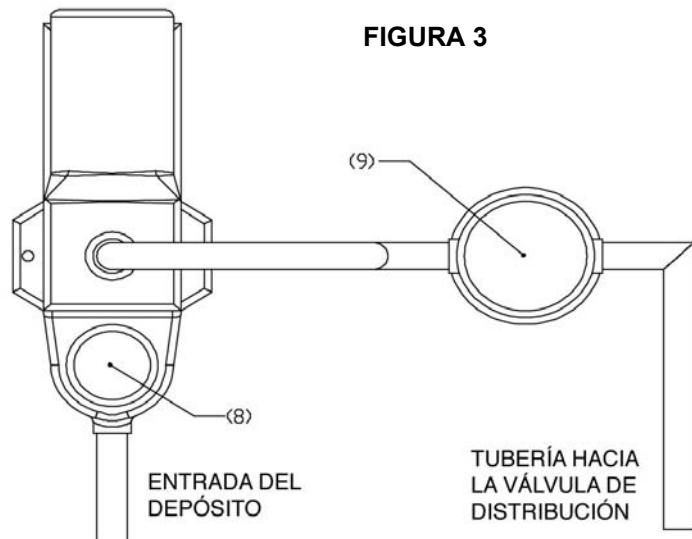

FIGURA 3
28. Se debe instalar la bomba de $\frac{3}{4}$ de caballos de fuerza (8) y el filtro/clorinador para 25 pies cuadrados (2.3 m^2) (9) como se muestra en la **FIGURA 3**.
29. La bomba de $\frac{3}{4}$ de caballos de fuerza (8) y el filtro/clorinador para 25 pies cuadrados (9) requieren un tubo de PVC de $1\frac{1}{2}$ " (3.8 cm) tanto para la entrada como para la salida.
33. Se debe cablear la bomba para la versión separada del WetDek directamente a la caja de control que viene con el WetDek. **UN ELECTRICISTA PROFESIONAL AUTORIZADO DEBE REALIZAR ESTA CONEXIÓN.** Tendrá una función reguladora cuando la bomba trabaje al unísono con las válvulas. La bomba y el controlador funcionan con una fuente de poder de 115 voltios. Ya que el controlador AquaDirector del WetDek (1) está aprobado para cobertura NEMA 3R, puede colocarse afuera o adentro.